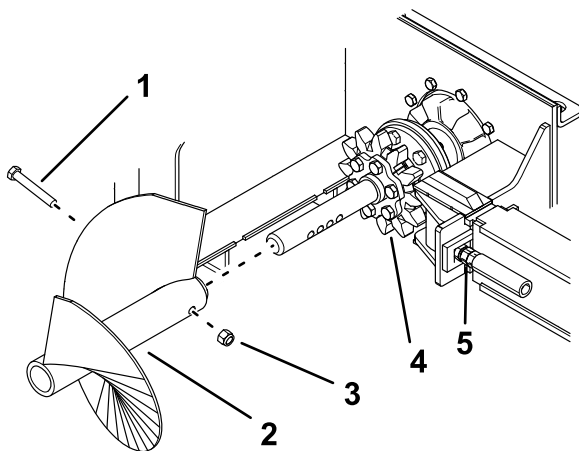

Figure 20
4. Déposez la vis sans fin de débrayage (Figure 20).
5. Desserrez les écrous de blocage et placez-les de sorte qu'ils se trouvent aussi près de la tête des boulons de tension que possible (Figure 20).
7. Enlevez les 6 boulons ( $\frac{5}{8}$  x 2 $\frac{1}{2}$  po) et écrous ( $\frac{5}{8}$  po) qui fixent le pignon d'entraînement (Figure 20).
8. Déposez le pignon d'entraînement et mettez-le au rebut (Figure 20).
10. Enduisez les 6 boulons ( $\frac{5}{8}$  x 2 $\frac{1}{2}$  po) de frein-filet, puis installez les demi-pignons, les boulons et les écrous ( $\frac{5}{8}$  po) en les serrant à la main (Figure 20).